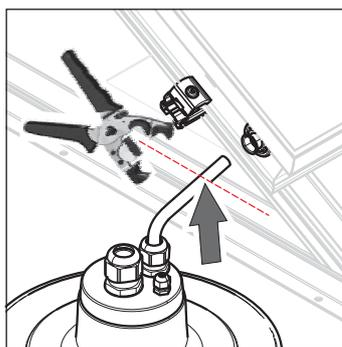

Fig. 3-25 Acortar las conexiones
5. Cortar en la marca la línea de impulsión (arriba en el colector plano / VA 15 Solar) así como la de retorno (abajo en el colector plano / VA 18 Solar) (fig. 3-25).